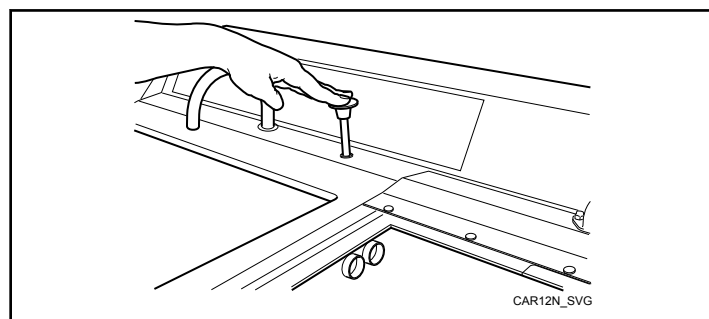

Abbildung 10
2. Den Ablass des zu verwendenden Waschabteils schließen. Siehe *Abbildung 10*.